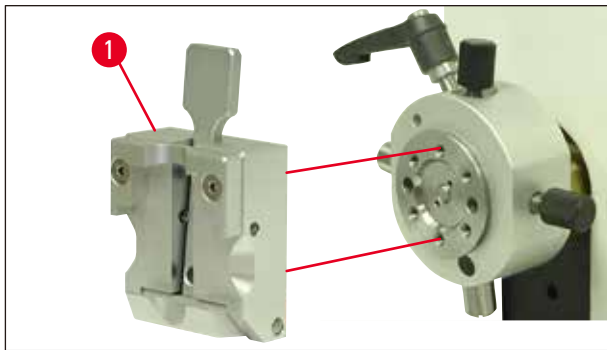

Bild 11
4. Fäst preparatklämman (→ Bild 11-1) på preparathållarfixturen enligt bilden (→ Bild 11) och skruva fast de båda skruvarna (→ Bild 10-4).